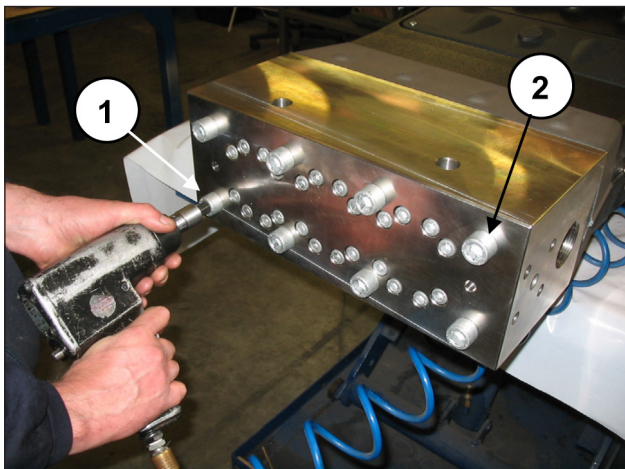
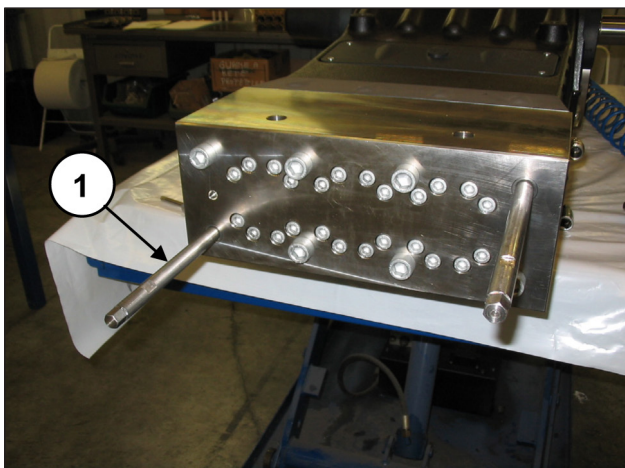

Fig. 107
Fig. 108
Solte dois parafusos de fixação do cabeçote M16x280 de forma diametral oposta (pos. ① e ②, Fig. 107), substituindo-os com dois parafusos-pino de serviço (cód. 27540200) (pos. ①, Fig. 108), e assim, proceda com a remoção dos parafusos restantes.